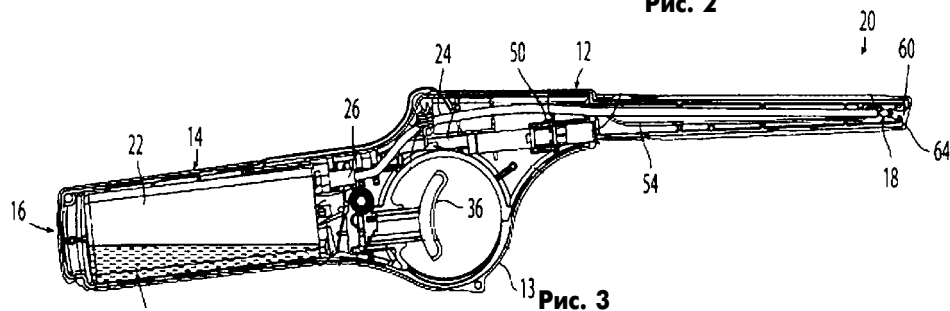

Рис. 3
**Многорезимная зажигалка** описана в патенте Канады 2428183 (2002 г.). Зажигалка (рис.3) содержит корпус 12 с пусковой частью 13, рукояткой 14, образующей левый край 16 зажигалки. На правом краю 20 расположено сопло 18, через которое выходит горючее 21, находящееся в контейнере 22. Горючее выходит по трубке 24 через коннектор 26. При нажатии спускового крючка 36 открывается коннектор 26 и горючее по трубке поступает в сопло 18. Возле него находится искровой промежуток 60-64. При нажатии спускового крючка сжимается пьезоэлемент 50, от которого по проводу 54 высокое напряжение подводится к искровому промежутку. Образующаяся в нем искра зажигает топливо. Зажигалка может работать в двух режимах: с полной мощностью и с половинной мощностью.